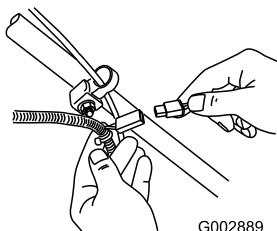

Bild 31
1. Schließen Sie das Ladegerät an den Kabelbaum der Maschine an, der sich unter dem Zündschloss befindet (Bild 31).